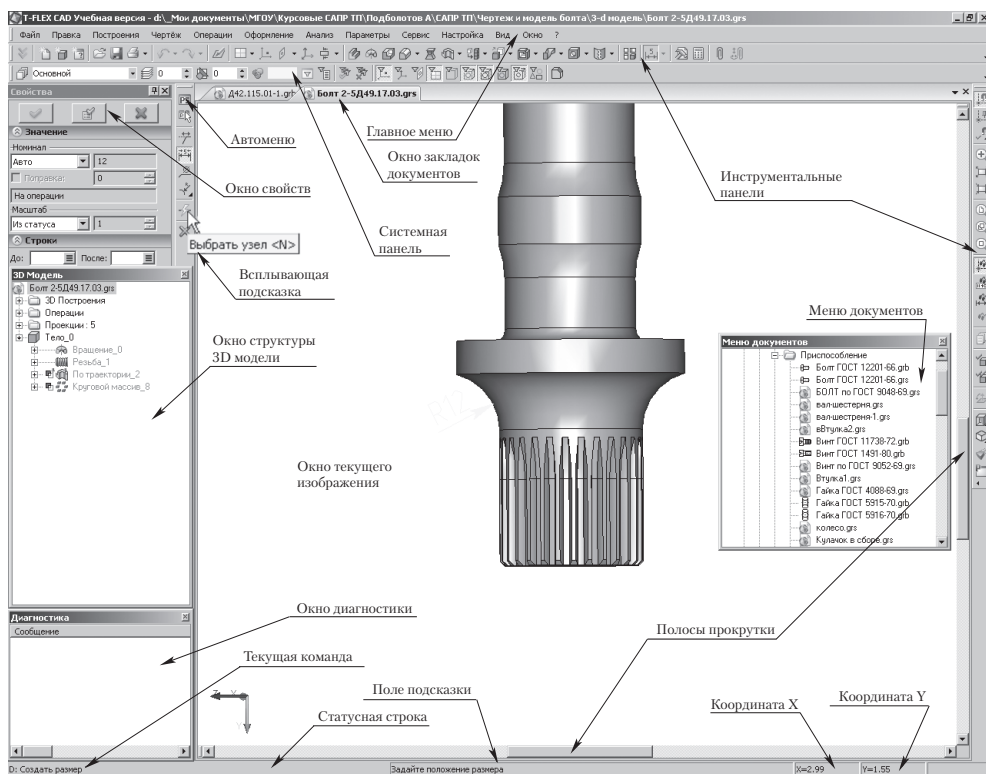

Рис. 1.18. Стандартный вид экрана системы T-FLEX CAD
Вид экрана системы T-FLEX CAD показан на рис. 1.18. В процессе работы любой из элементов интерфейса можно переместить на новое место или вообще отключить. Управление интерфейсными окнами и диалоговыми полями осуществляется командами «*Настройка*→*Окна*» или «*Настройка*→*Настройка*→*Панели инструментов*», а также при помощи контекстного меню, которое вызывается при нажатии правой кнопки мыши за пределами окна текущего чертежа. Благодаря большому количеству настроек каждый пользователь может подобрать для себя такой вид интерфейсного окна, который будет ему наиболее удобен при работе.
**Автоменю** – это пиктографическое меню, показывающее кнопки доступных опций текущей команды. На рис. 1.18 показано автоменю, соответствующее команде построения вертикальной прямой линии. Если текущая команда не выбрана, поле автоменю остается пустым. Таким образом, автоменю является контекстно-зависимым элементом интерфейса, поскольку его содержимое меняется в зависимости от выполняемой команды и ее состояния. При выборе пиктограммы в автоматическом меню для выполнения действия может возникнуть два варианта получения результата:
- результат проявляется непосредственно после выбора пиктограммы, например, сразу после нажатия на кнопку появляется диалоговое окно для ввода параметров, как показано на рис. 1.18;
Отметим еще два элемента интерфейса системы T-FLEX, не показанных на рис. 1.18: линейки и окно информации.